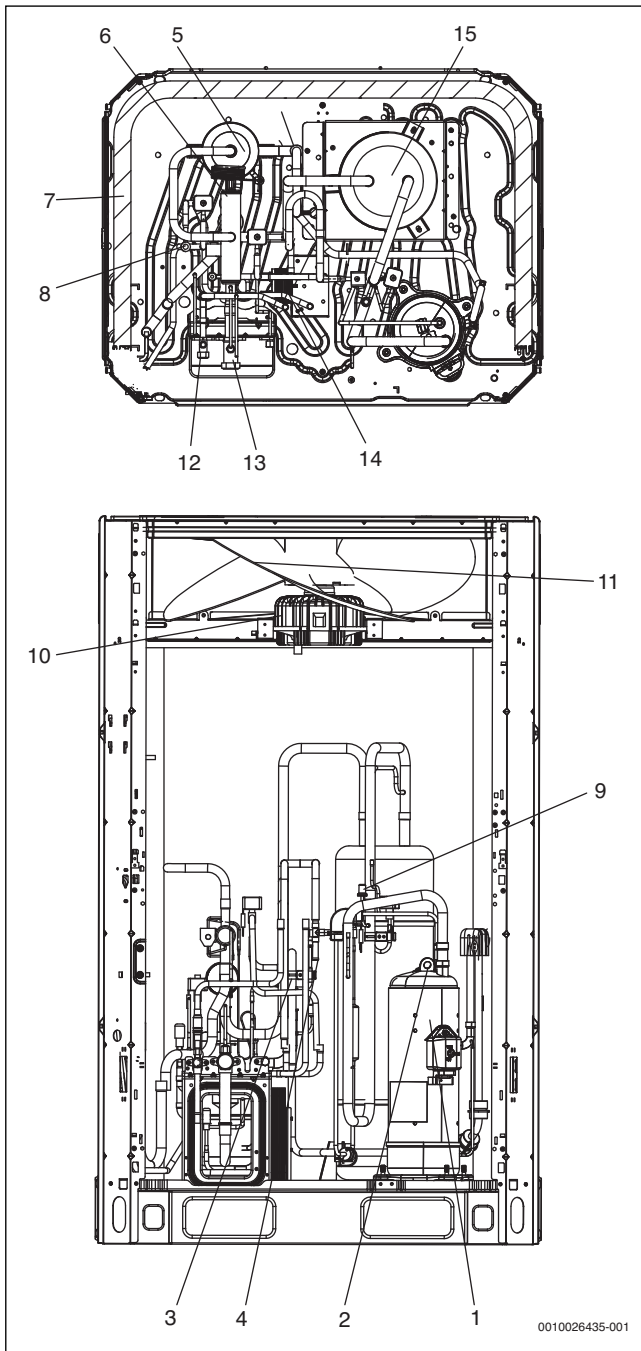

Рис. 1 Расположение компонентов
**Обозначения на рис. 1 и 2:**